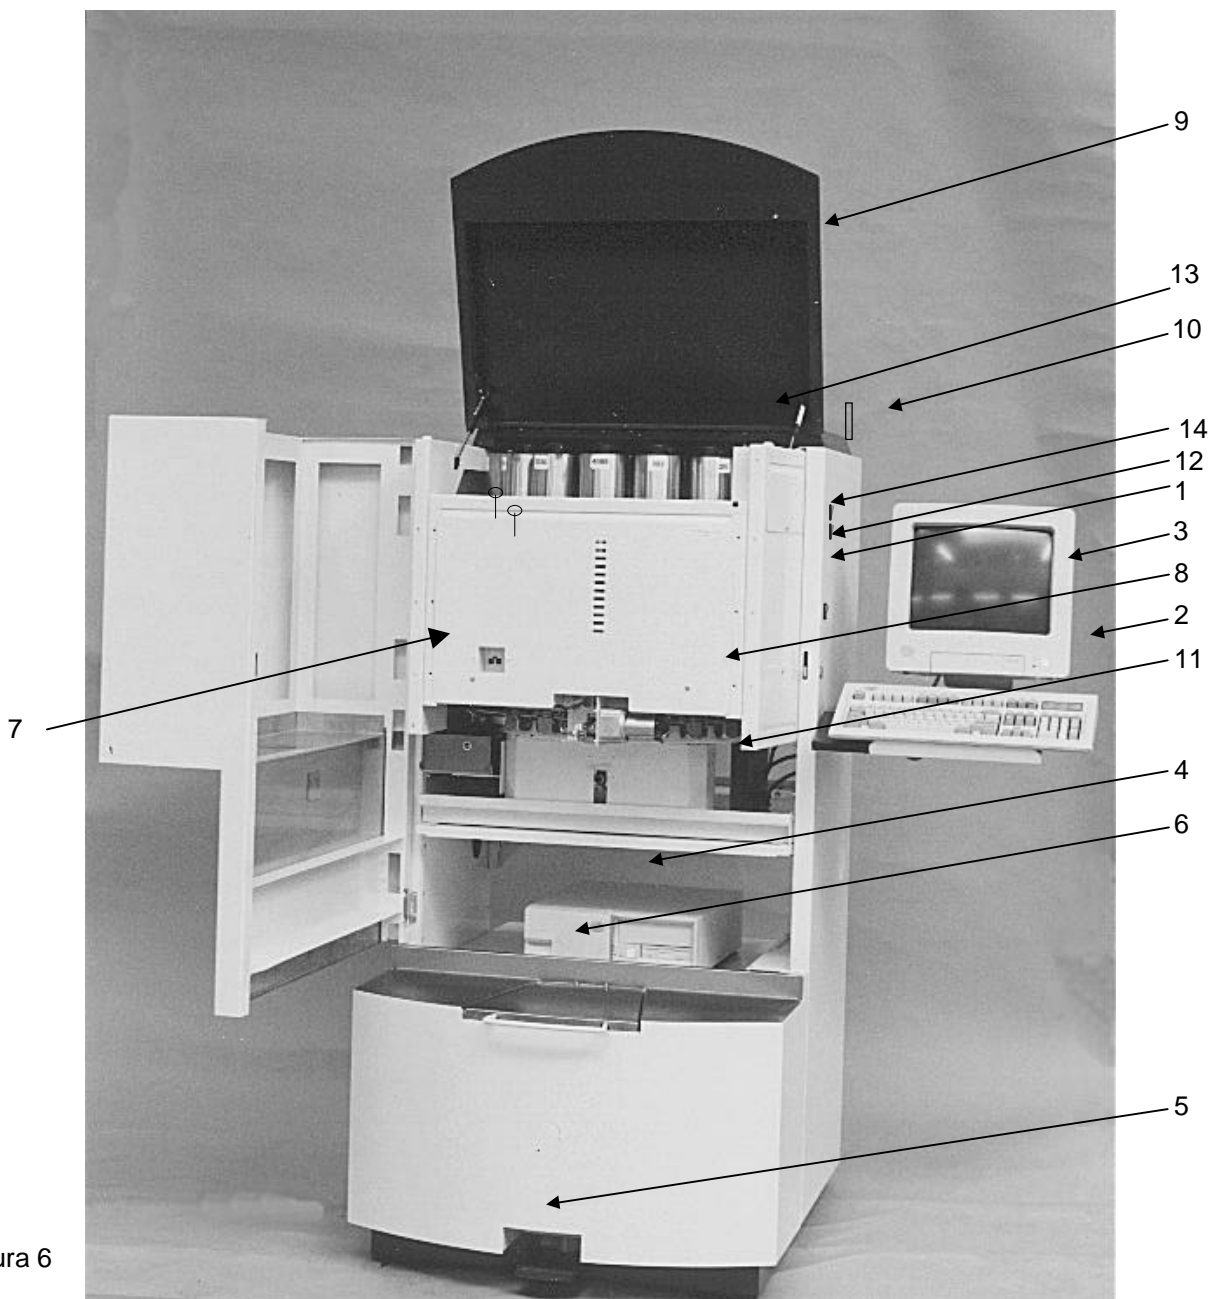

figura 6
Consulte: figura 6 (los elementos punteados están situados en el interior).
5. Rellene los recipientes de pasta hasta el nivel máximo indicado* abriendo la válvula (figura 6, número 9) y quitando la tapadera del recipiente. Así, el recipiente puede llenarse hasta la parte superior de la bandeja de agitación superior. Controle que la barra del pistón se mantenga a la misma altura.
Atención: No dejar la puerta lateral (figura 6, número 9) o puerta frontal abiertas. El sistema de agitación sólo funciona con las puertas cerradas.